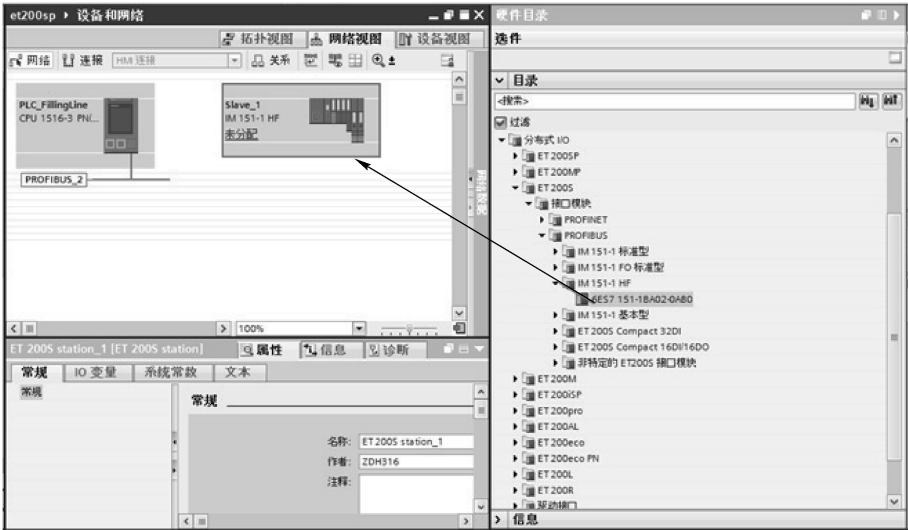

图 7-6 添加 IM151 – 1HF
- 1) 在 STEP 7 的网络视图的硬件目录中，选择“分布式 I/O”→“ET200S”→“接口模块”→“PROFIBUS”→“IM 151 – 1HF”，将 IM151 – HF 拖到网络视图的空白处，如图 7-6 所示。